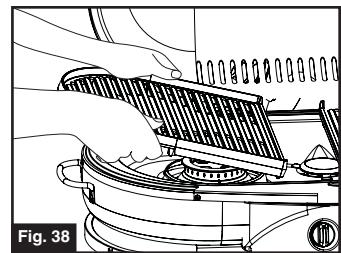

Fig. 38
2. Quite las rejillas para cocinar y póngalas a un lado. (Fig. 38)